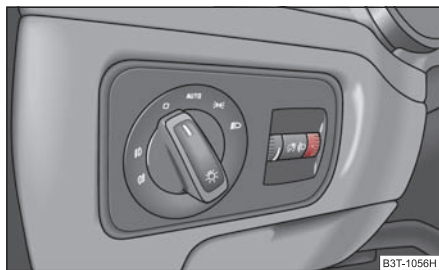

Fig. 59 Tabloul de bord: Adaptarea farurilor
- Rotiți regulatorul rotativ ⇒ fig. 59, până când lumina de întâlnire este reglată astfel încât să nu îi orbească pe participanții la trafic.